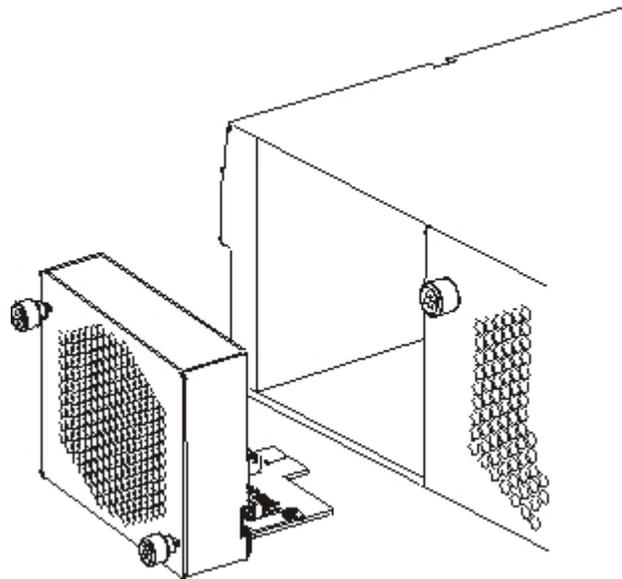

Abbildung 15. Lüftermodul aus einem Gerät vom Typ 7199 ausbauen
5. Entfernen Sie das Lüftermodul wie in Abb. 15 dargestellt.